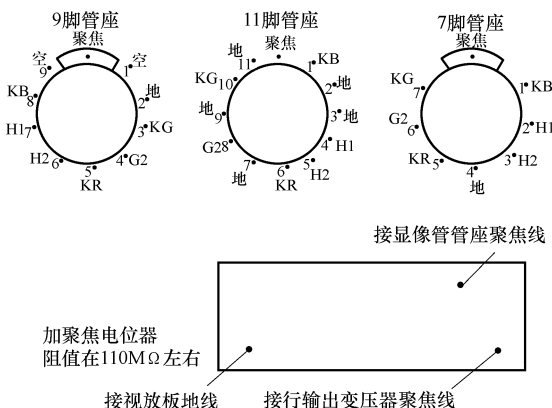

图 8-4 低聚焦显像管用电位器降压方法
2) 11 脚显像管属于低聚焦显像管,用电位器 ($110M\Omega$) 降压,方法如图 8-4 所示。